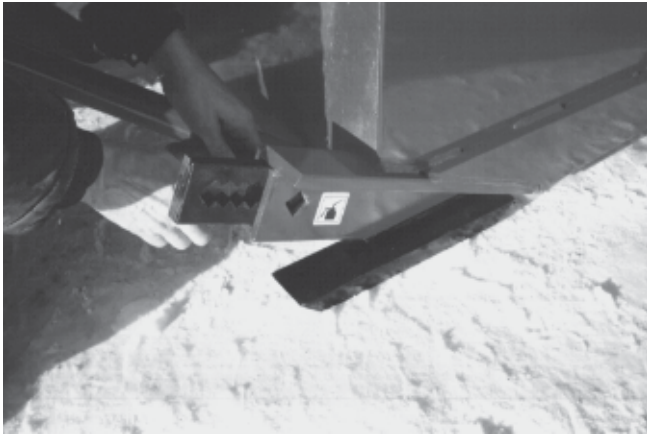

Figure 26
- 5) Faire l'ajustement des patins ajustables selon les conditions du terrain où vous utilisez la souffleuse (Fig. 26).